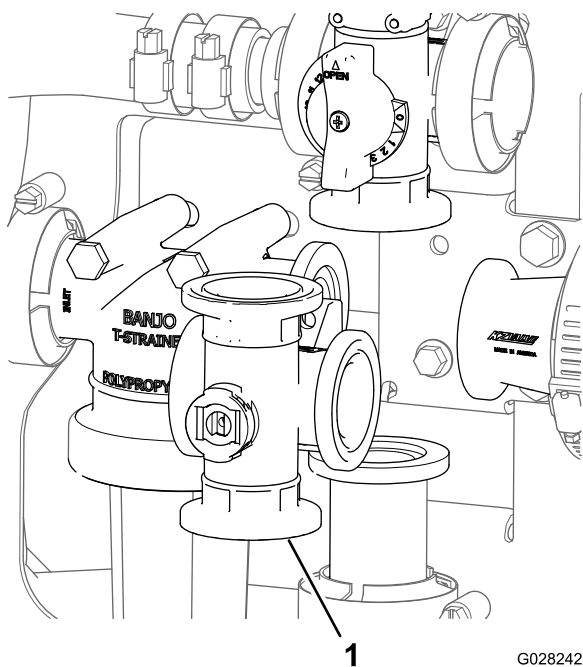

Figura 135
2. Rimuovete il collettore della valvola dell'agitatore dalla macchina (Figura 135).